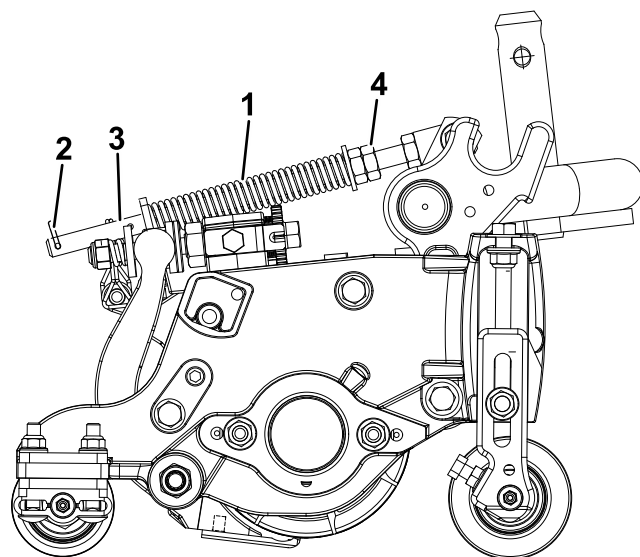

Figure 12
Le ressort de compensation (Figure 12) transfère aussi le poids du rouleau avant au rouleau arrière. Cela évite la formation d'ondulations à la surface de la pelouse.
1. Vérifiez que la goupille fendue est insérée dans le trou de la tige de ressort (Figure 12).
2. Serrez les écrous hexagonaux à l'extrémité avant de la tige de ressort jusqu'à ce que la longueur du ressort comprimé soit égale à 12,7 cm (Figure 12).